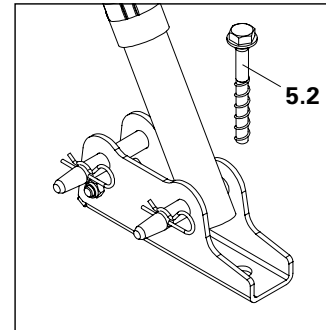

Fig. A2.16.1
3. Træk- og trykfast forankring i Rideplan-kens tværretning, f.eks. med Fodplade RSS og PERI Ankerbolt 20 x 130 (5.2). (Fig. A2.16.1)